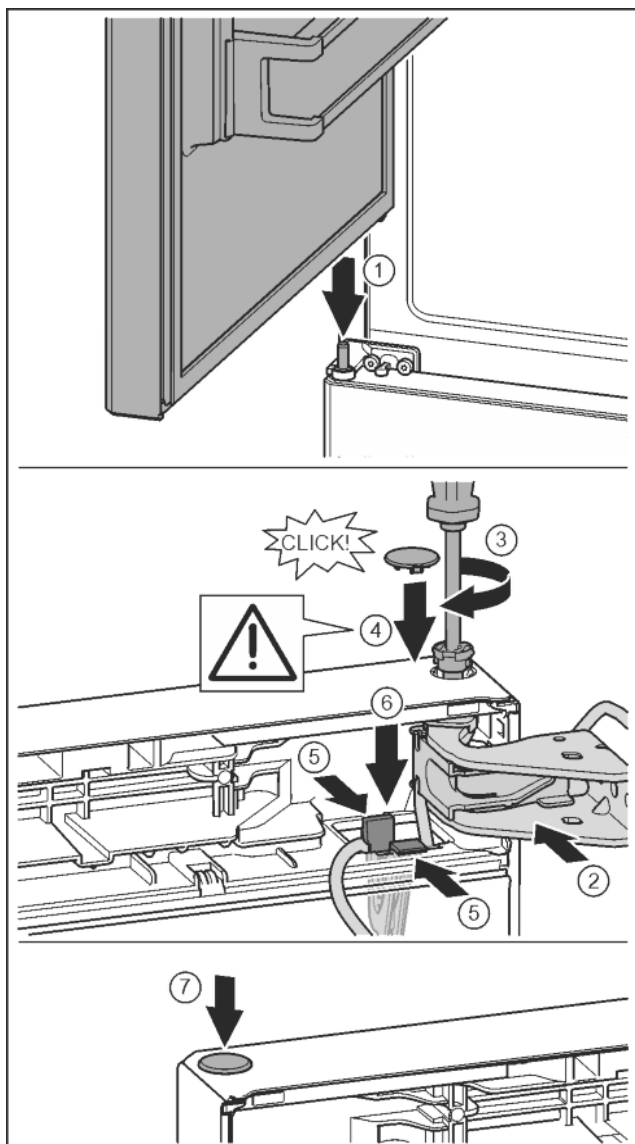

Fig. 34
- ▶ Установка верхней двери на средний опорный палец Fig. 34 (1)
- ▶ Дверь вверху выровнять по отверстию в опорном кронштейне. Fig. 34 (2)
- ▶ Вставить палец и затянуть отверткой T15. Fig. 34 (3)
- ▶ Установить предохранительную крышку для защиты двери: вставить предохранительную крышку и проверить, прилегает ли она к двери. В ином случае вставить палец полностью. Fig. 34 (4)
- ▶ Вставить держатель кабеля с закрепленным на нем кабелем в отверстие. При этом более длинное отверстие соединительной накладки должно быть направлено вперед. Fig. 34 (5)
- ▶ Прижать держатель вниз так, чтобы соединительная накладка защелкнулась. Fig. 34 (6)
- ▶ Вставить заглушку. Fig. 34 (7)